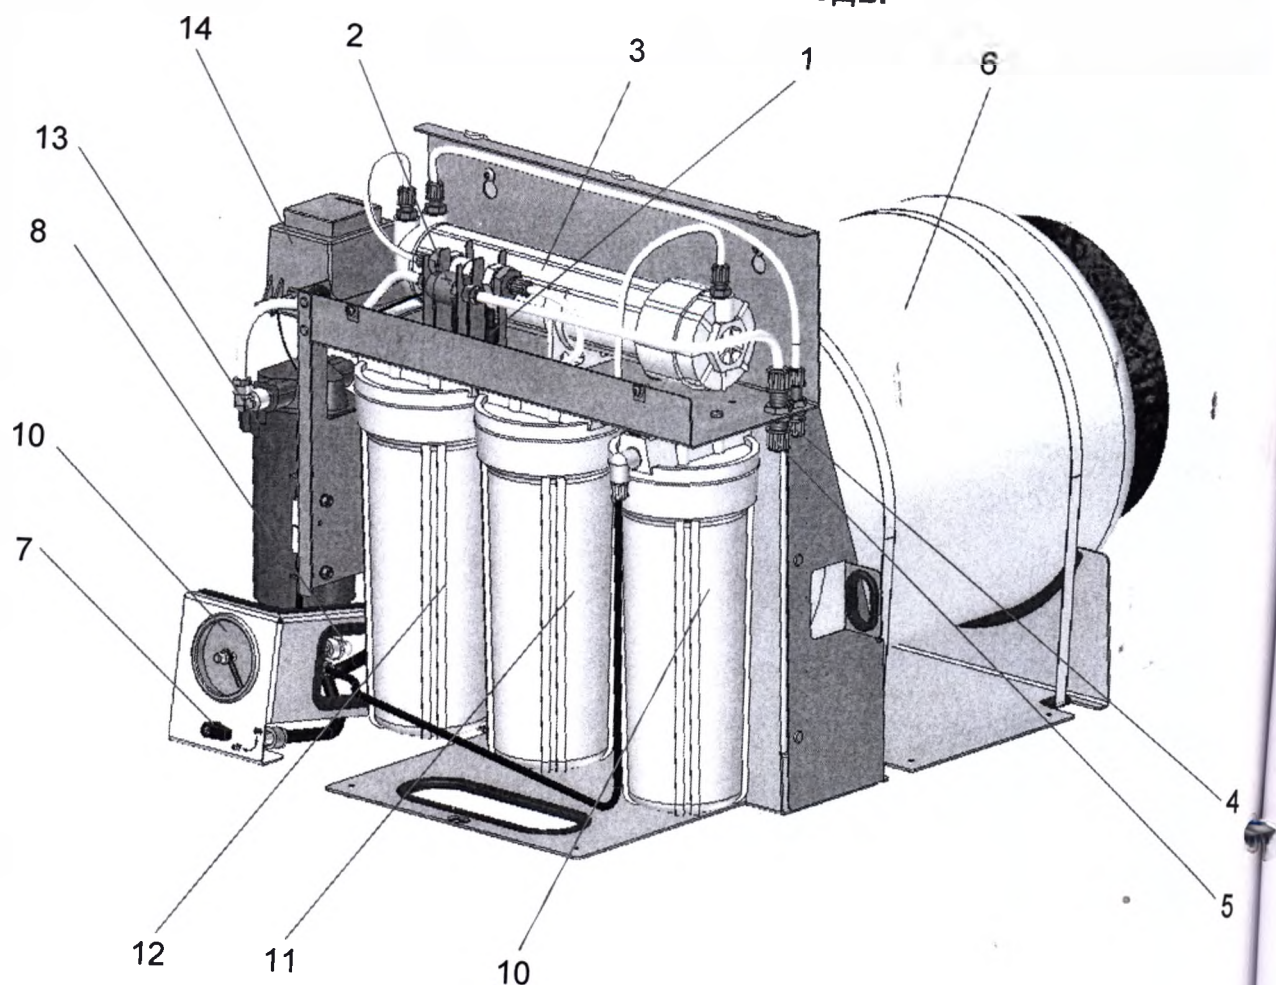

Рис. 1: Устройство подготовки воды MELAdem 56 M
2. Раскрутите корпус ионообменного фильтра (Рис. 1, Поз. 10), удалите картридж со смешанной смолой и закрутите пустой корпус фильтра для того, чтобы промыть систему.